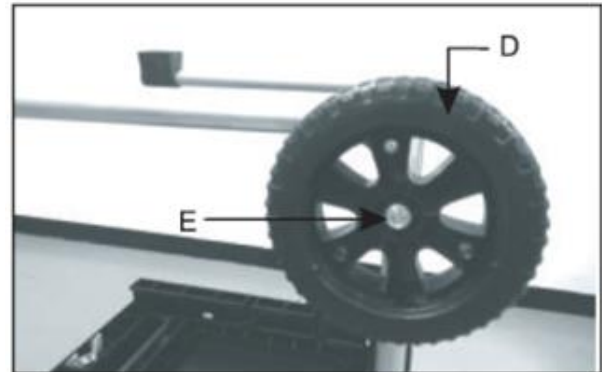

Fig.1C
5. Setzen Sie das Rad (D) auf die Achse und bringen die Mutter (E) an. (Fig.1C)